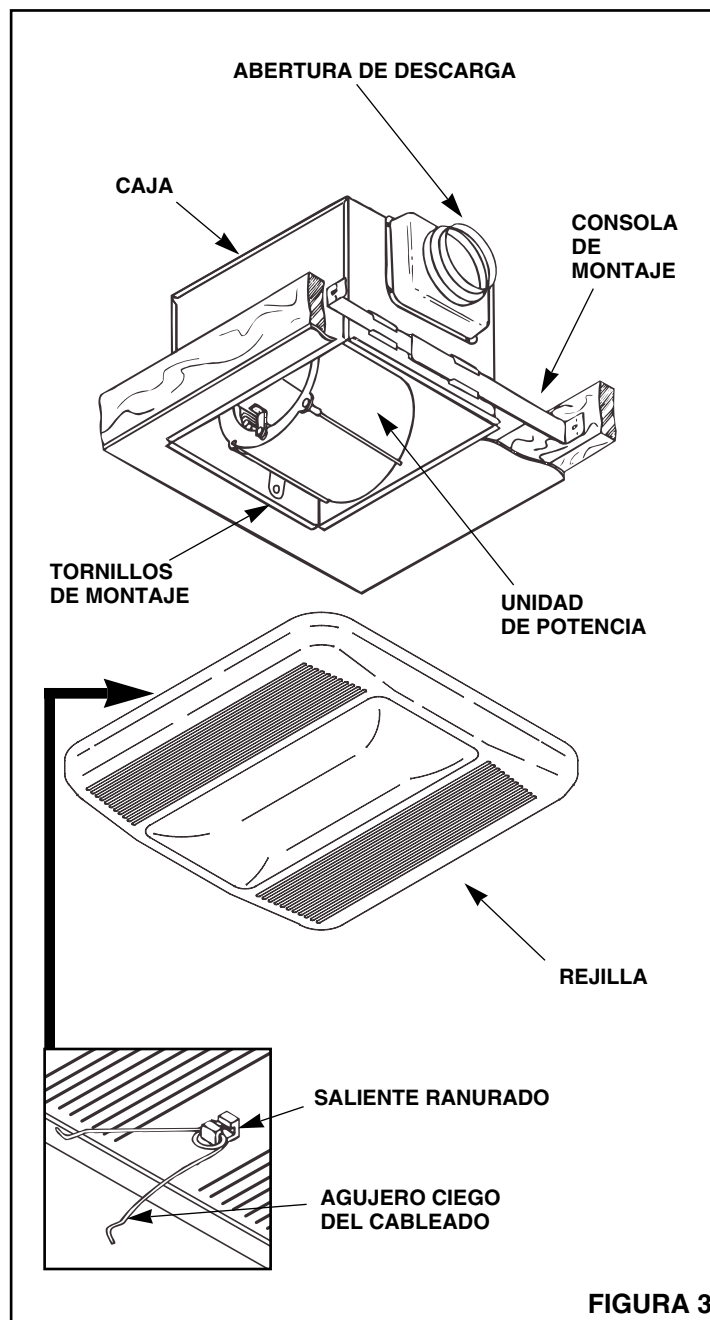

FIGURA 3
1. Refiérase a la **Figura 3**. Inserte las consolas para el montaje en cada uno de los extremos de la caja.
4. Refiérase a la **Figura 3**. Apriete el tornillo firmemente.